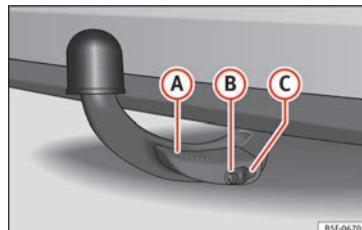

Abb. 229 Ordnungsgemäß befestigter abnehmbarer Kugelkopf
- Der Hebel **(A)** » **Abb. 229** ist vollständig angehoben.
- Der Entriegelungsbolzen **(B)** » **Abb. 229** steht komplett heraus (sein rot-grüner Teil ist sichtbar).
- Die Abdeckung **C** » Abb. 229 sitzt auf dem Schloss.